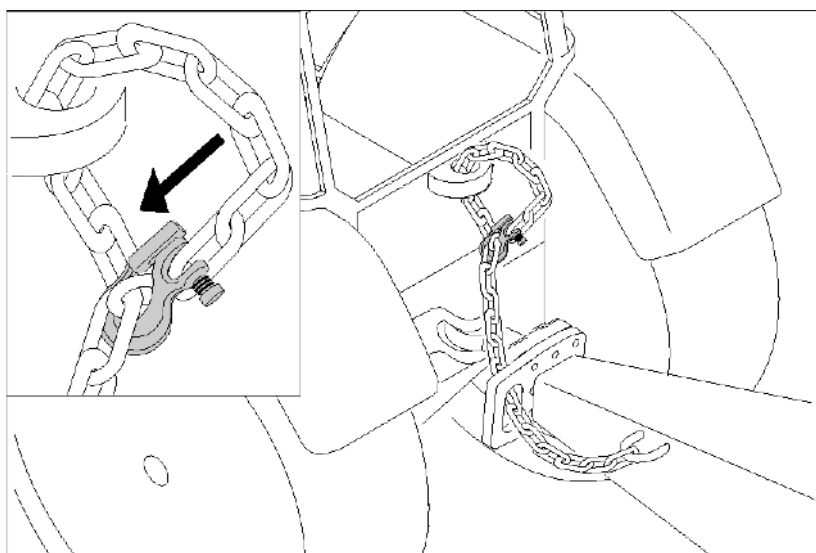

Fig. 38
Træk sikringsbolten (Fig. 38/2) ud, før du foretager indstillingen.
Efter indstilling skal du fastgøre afstandselementerne (Fig. 38/1) med sikringsbolte og med klapsplitter (Fig. 38/3).
2. Klap de bagerste afstandselementer ud (begyndende fra anslagsskive (Fig. 38/4), på begge udliggere).
2. Klap de forreste afstandselementer ud (begyndende fra anslagsskive (Fig. 38/4) på begge udliggere).